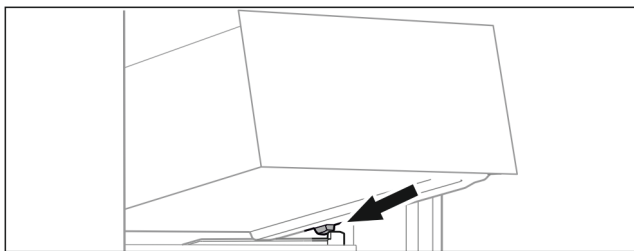

Fig. 66
- Nasadte zásuvku šikmo za zářez na žebrování na nádobu. (viz Fig. 66)